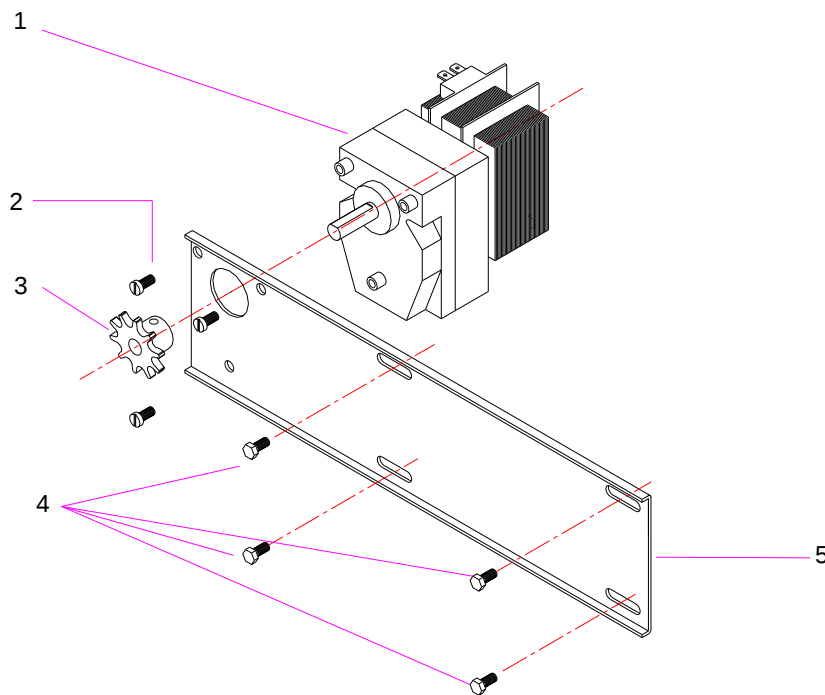

Fig.10
- Aflojar los tornillos (4) Fig 10, para extraer la cadena que une el piñón (3) con el eje de primera espada.
- Una vez extraída la cadena soltar totalmente los tornillos (4) para sacar el soporte de motor (5) junto con el motorreductor.
- Aflojar el tornillo que fija el piñón (3) al eje del motorreductor para extraerlo del eje, suelte totalmente los tornillos (2) para desmontar el motorreductor del soporte.